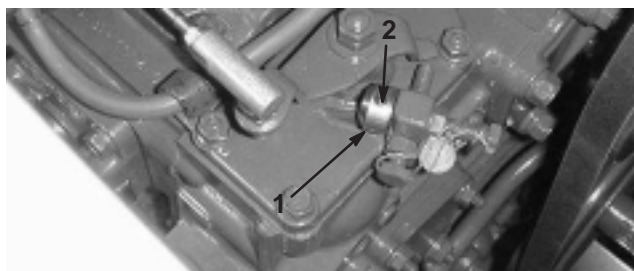

Bild 3
2. Schieben Sie den Gashebelstopp auf die hohe Leerlauf-Anschlagschraube (Bild 3). Der Schlitz im Gashebelstopp muss über der Rippe am Motor positioniert sein.